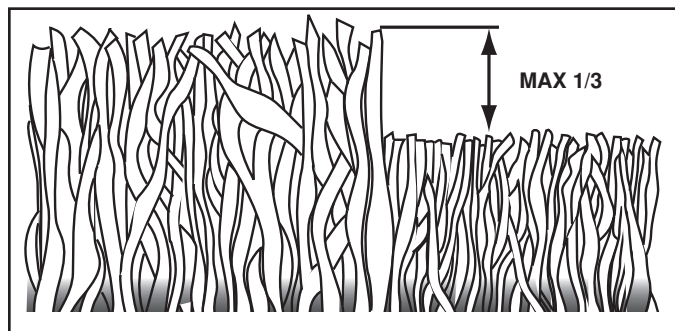

FIG. 8
- Pour les meilleurs résultats, ajustez la hauteur de coupe de la tondeuse afin que la tondeuse coupe seulement le tiers du haut de l'herbe (Voir Fig. 8). Au cas où l'herbe est très haute, il sera nécessaire d'élever la hauteur de coupe pour réduire les efforts de propulsion, pour éviter de surchauffer le moteur et pour éviter l'agglutination et l'abandon de masses d'herbe coupée. Pour les conditions de broyer de l'herbe très difficiles, réduisez la largeur de coupe en imbriquant l'allée auparavant coupée et tondez lentement.